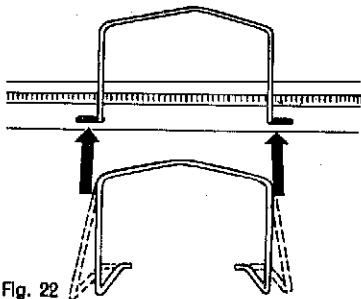

Fig. 22
**Coloque el alambre accionador** del contador de vueltas en la base de la cama delantera separando los extremos para insertarlo en las ranuras y una vez adentro suéltelo. Este puede ser colocado en tres diferentes sitios, Fig. 22